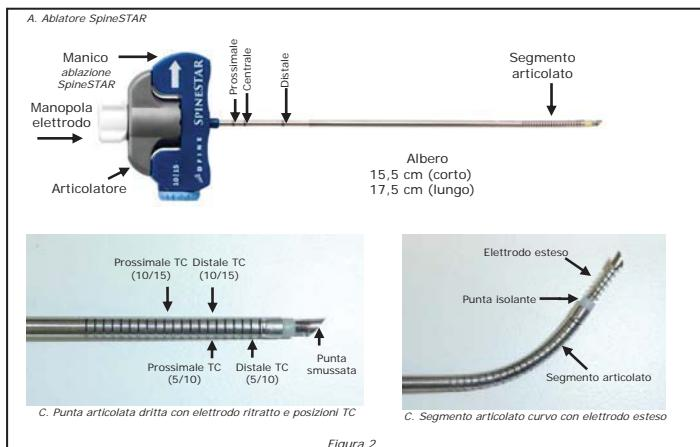

Figura 2
Figura 2: L'Ablatore SpineSTAR (SS) (A) è dotato di un manico contenente un Articolatore (colore grigio) il quale curva il Segmento articolato nella direzione dell'Indicatore (frecce bianche) e della manopola bianca dell'elettrodo, la quale estende l'elettrodo dall'estremità distale del Segmento articolato (C) La distanza massima complessiva di estensione dell'elettrodo oltre l'estremità del Segmento articolato è 10 mm. Vi sono due termocoppie (TC) sul segmento articolato dell'albero (B). Per la configurazione 10/15 TC, la TC distale è a 10 mm dalla punta isolante mentre la TC prossimale è a 15 mm dalla punta isolante; per la configurazione 5/10 TC, la TC distale è a 5 mm dalla punta isolante mentre la TC prossimale è a 10 mm dalla punta isolante. Tre segni neri sull'albero rappresentano la posizione della punta smussata e delle TC in relazione all'estremità distale della cannula di lavoro. La punta isolante (C) è radiolucente e rappresenta il centro della zona di ablazione.